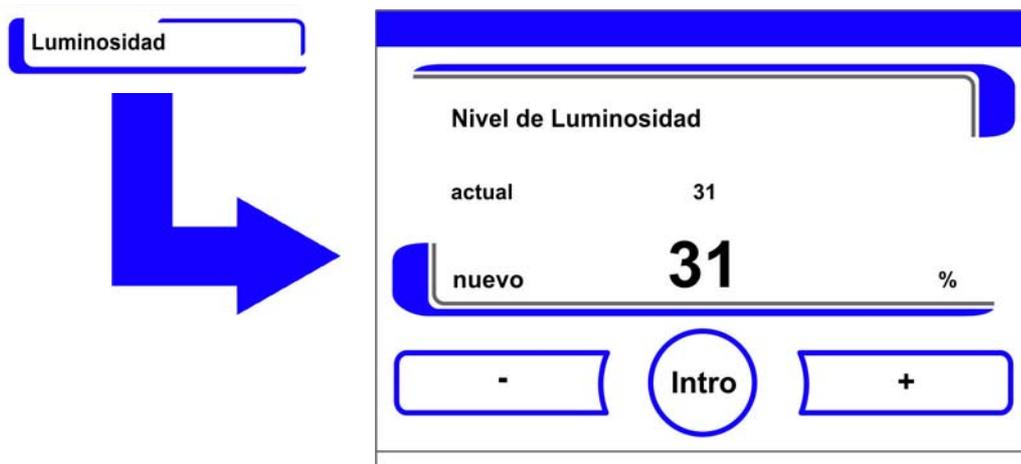

Figura 6-24. Ajustar el brillo de la pantalla
- Se muestra el cuadro de edición de Figura 6-24.